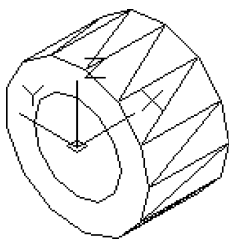

图 13-35 创建圆柱体
(2) 设置视图方向。选择菜单栏中的“视图”→“三维视图”→“西南等轴测”命令，将当前视图方向设置为西南等轴测方向。
(3) 创建圆柱体。单击“三维工具”选项卡“建模”面板中的“圆柱体”按钮，以坐标原点 (0,0,0) 为底面中心点，创建半径分别为 6 和 10，轴端点为 (@11,0,0) 的两圆柱体，消隐后的结果如图 13-35 所示。